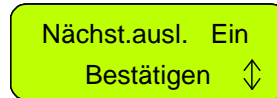

Bild 2.10
1. Tastenkombination – wenn sich der Mäher in der Ladestation befindet, drücken Sie zuerst **'STOP'**, um das richtige Display anzuzeigen (Bild 2.10).